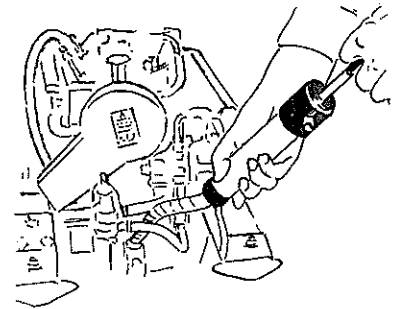

Fig. 14
- 3 - Placer la pompe de vidange par l'orifice de jauge (Fig. 14)
- 3 - Fit oil drain pump at dipstick opening (Fig. 14)